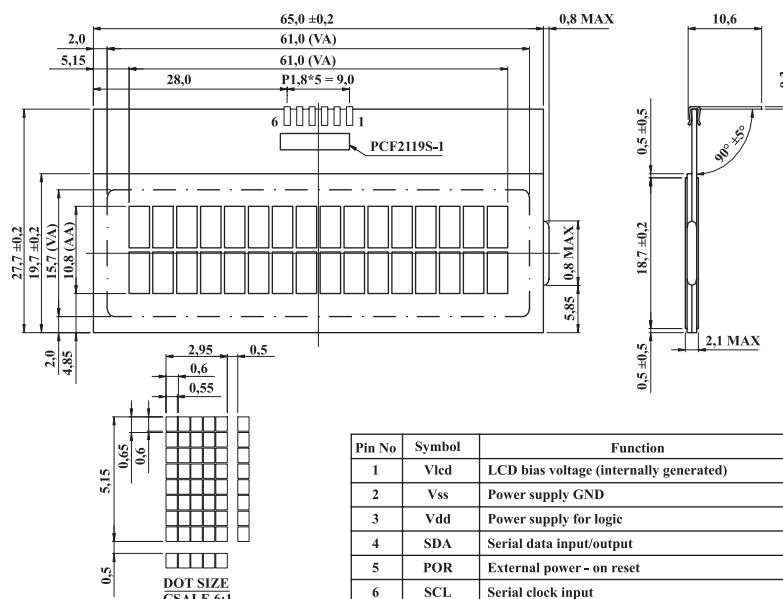

Рис. 4. Текстовый ЖКИ WX1602A-NGG-CP
2. **Текстовые ЖКИ.** Эти дисплеи предназначены для вывода текстовой информации (см. рис. 4). Для ЖКИ с контроллером необходимо указать используемый набор шрифтов, как правило, это латиница и кириллица.